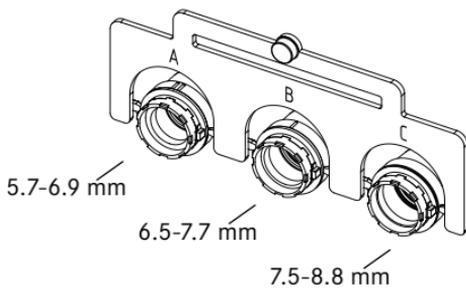

Abbildung XI-12
1. Wählen Sie die passende Dichtung aus dem Dichtungskamm aus (Abb. XI-12).